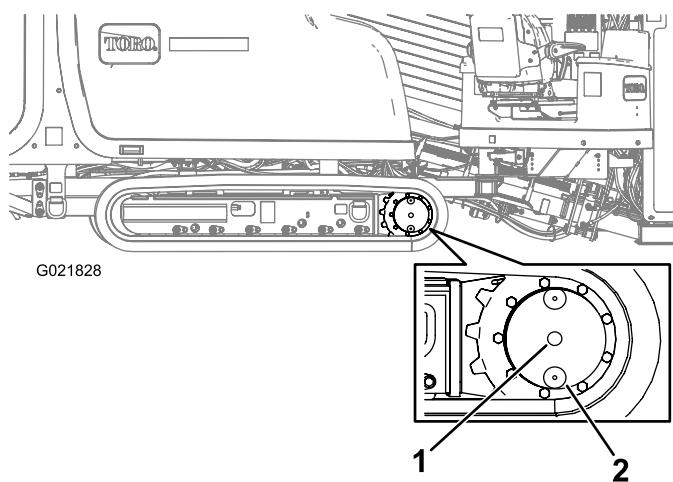

Figura 133
2. Limpe a área ao redor do bujão de nível de óleo com solvente de limpeza (Figura 133).
3. Remova o bojão de nível de óleo (Figura 133).
2. Limpe a área ao redor do bujão de nível de óleo (Figura 133).
3. Gire o comando final planetário até que o bujão de drenagem de óleo esteja diretamente abaixo do bujão de nível (Figura 133).